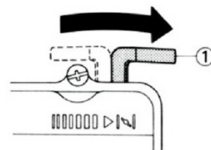

Рис. 9
- После пуска двигателя и его прогрева переведите воздушную заслонку в положение «OFF», смотри рисунок 9.